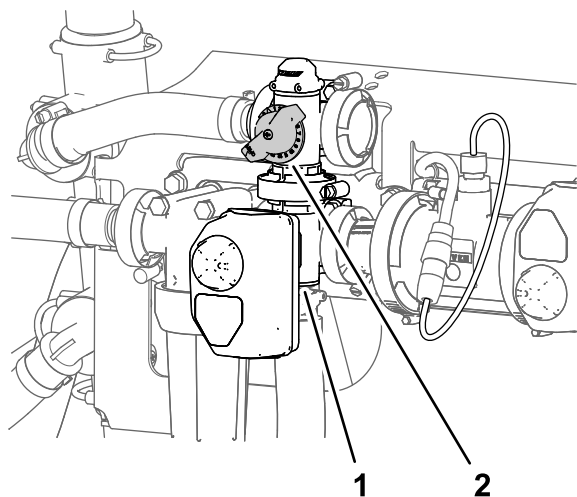

Figura 31
11. Regolate la valvola di bypass dell'agitatore (Figura 31) sul lato posteriore della valvola dell'agitatore fino a quando la pressione dell'impianto di irrorazione indicata sul misuratore non è pari a 6,9 bar.